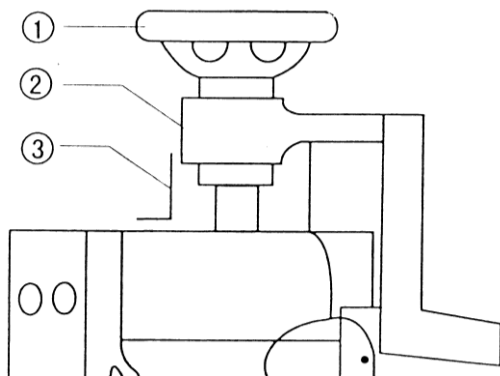

Рис.8
Перед брошюровкой книги необходимо прежде измерить ее толщину (см. рис.8), а затем начинайте поворачивать колесо (1) до тех пор, пока показания на индикаторе (3) и маркере (2) не совпадут с размером толщины книги. Только после этого начинайте брошюровку.
7. См. рис. 8 в связи с толщиной книги, предназначенной для брошюровки; см. рис. 13 в связи с состоянием концов скрепки; а также см рис. 11 и 12 в связи с регулировкой длины концов скрепки.